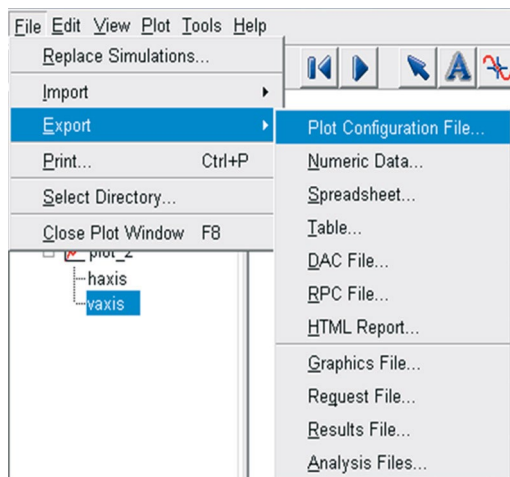

Figura 4.189 – Exportando arquivos gráficos.
- No menu *File*, selecione *Export* e, em seguida, selecione *Plot Configuration File* (Figura 4.189).
- A janela *Save Plot Configuration File* será aberta. No campo *Configuration File Name*, digite *brake_pull*. Selecione a opção *All Plots* (Figura 4.189).